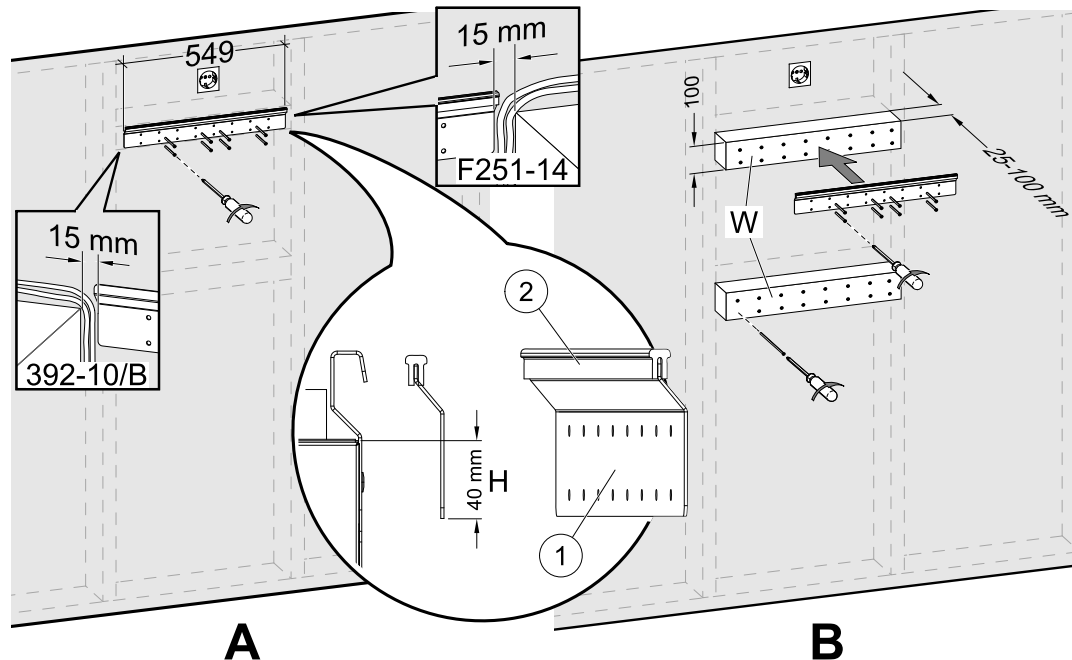

Bild 7 Installation der Wandhalterung mit oder ohne Unterkonstruktion
2. Schrauben Sie die Wandhalterung (Pos. 1) mit dem Vibrationsdämpfungspad (Pos. 2) an die Wand (Abbildung 7, Pos. A). **Schrauben sind nicht im Lieferumfang enthalten**, wählen Sie diese anhand Ihres Wandtyps aus. Verwenden Sie geeignete Löcher, um die Halterung an der Wand festzuschrauben. Die Unterkante der Halterung sollte 40 mm (H) unter der Geräteoberseite liegen.
Falls die Tiefe der Schränke viel größer ist als die des Geräts, installieren Sie Holzblöcke als Unterkonstruktion (Pos. W), um den fehlenden Abstand auszugleichen (Abbildung 7, Pos. B). Montieren Sie die Wandhalterung am oberen Block. Wählen Sie die Dicke der Blöcke entsprechend den Anforderungen um das Gewicht zu tragen.